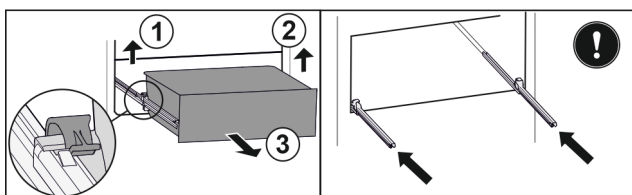

Fig. 121
- ▶ Emelje fel a bal oldali kapcsot, és ezzel egyszerre húzza előre a fiók bal oldalát. Fig. 121 (1)
- ▶ Emelje fel a jobb oldali kapcsot, és ezzel egyszerre húzza előre a fiók jobb oldalát. Fig. 121 (2)
- ▶ Vegye ki a fiókot előre. Fig. 121 (3)